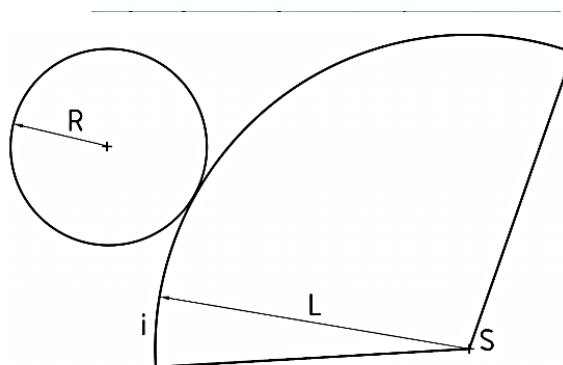

Рисунок 14 . Развертка конуса
- угол развертки боковой поверхности конуса определяется по формуле: $\alpha = (360 \times R) / L$, где R – радиус основания конуса, - длина образующей конуса в любом месте на полученной дуге построить основание пирамиды с окружностью радиуса R (рис. 14).